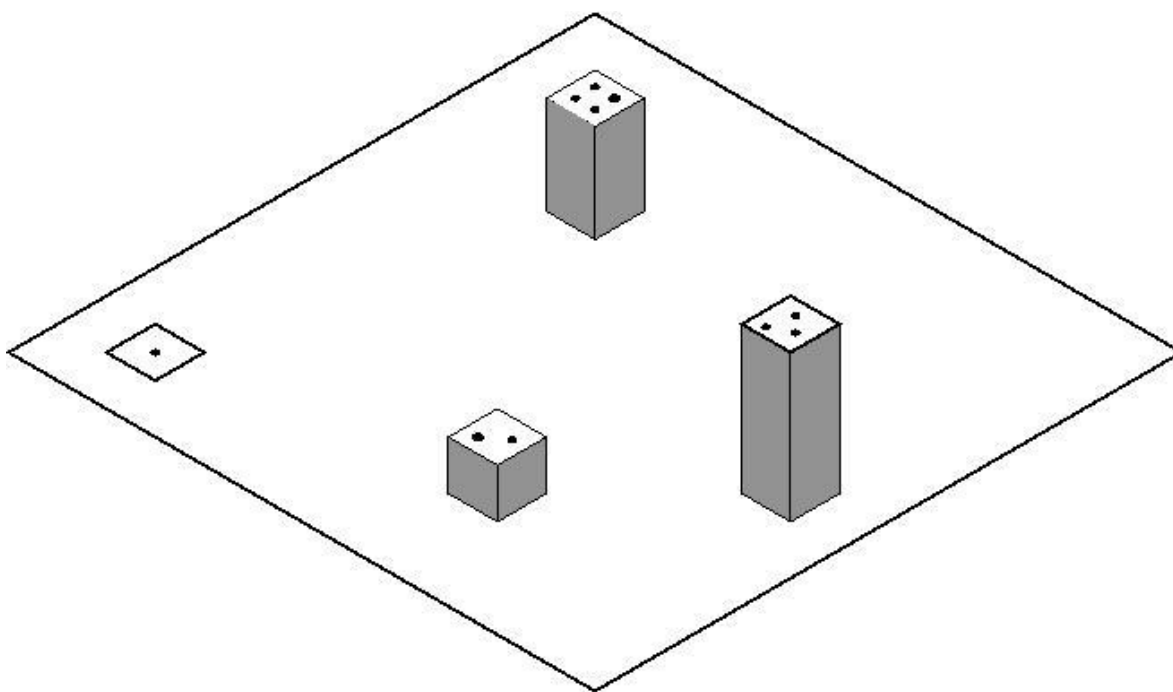

Figura 1. Ambiente del robot.
1. El espacio de pruebas estará delimitado por una lona blanca en el piso, con un cuadrado de 3 metros por 3 metros formado por líneas negras de 5cm de ancho, como se muestra en la Figura 1. Por seguridad para los asistentes, en caso de mal funcionamiento de algún robot, esta lona se colocará en un espacio que se pueda cerrar con una altura del techo de al menos 2 metros. La prueba se podrá observar a través de cristales y/o a través de una cámara y un proyector afuera del recinto donde se lleve a cabo la prueba.
2. Las marcas estarán definidas por cuadros de 30 centímetros de lado con un ancho de trazo de 3cm de color negro. El número de marca estará indicado por la cantidad de círculos negros de 5cm de diámetro que contenga la marca sobre un fondo blanco. En la figura 1 se muestran las marcas 1, 2, 3 y 4.